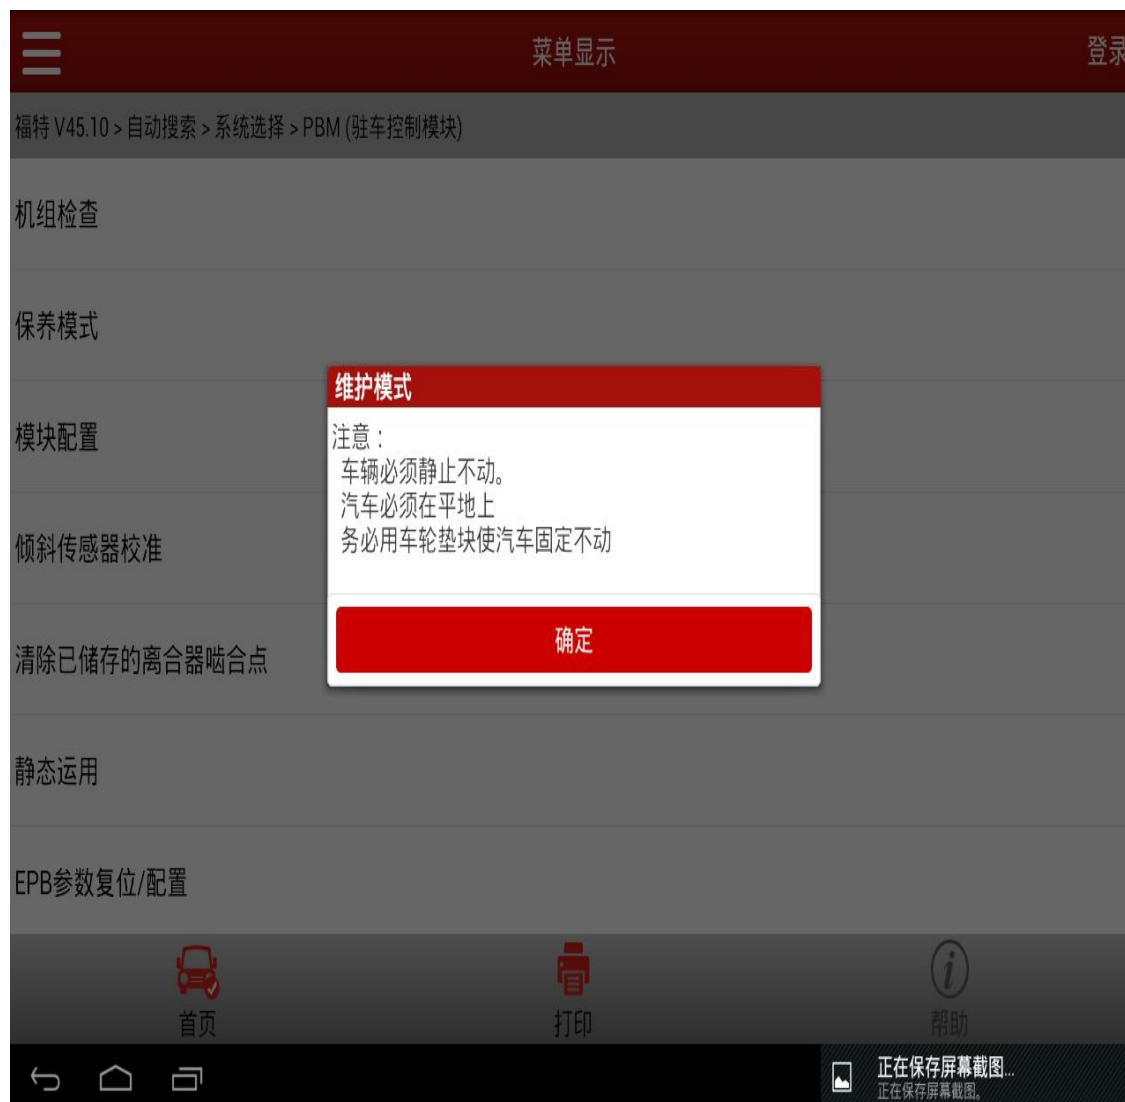

图 5
- 5). 提示：注意：车辆必须静止不动。汽车必须在平地上，务必用车轮垫块使汽车固定不动（如图 5），点击“确定”进入下一步；